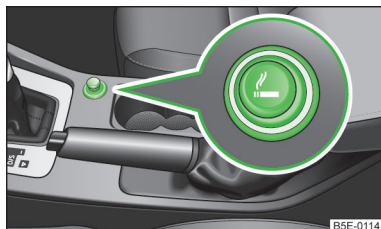

Fig. 62
- Pulsar el botón del mechero del encendedor » fig. 62.